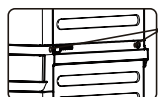

Abbildung 4
4. Entnehmen Sie vier ST3.9×16-Schrauben aus dem Zubehörpaket und befestigen Sie die Standfüße des Trockners beidseitig an der Stapelhalterung (Abbildung 4).